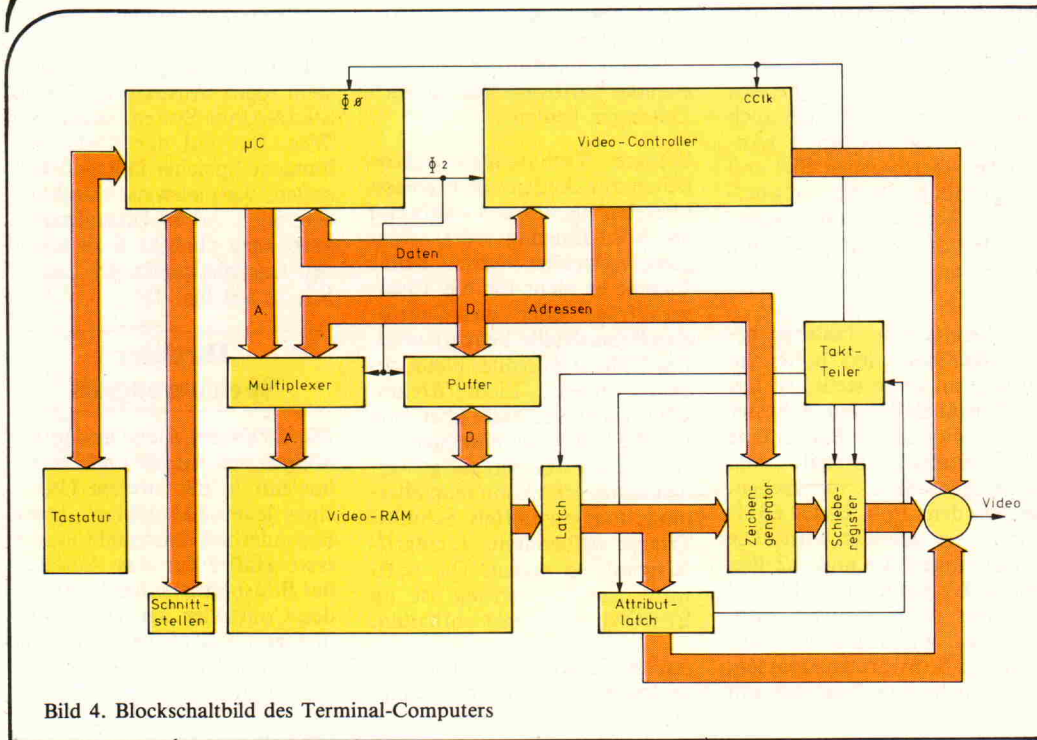

Bild 4. Blockschaltbild des Terminal-Computers
Im Blockschaltbild (Bild 4) wird das deutlich: Der Prozessortakt ist aus dem Bildtakt abgeleitet; er entspricht der Zeichenfrequenz (Charakter Clock). CPU und Video-Controller arbeiten also synchron. Das Prozessorsignal  $\phi 2$ , das während der Zeit des Zugriffs auf den Bus log. 1 führt, steuert eine Gruppe von Multiplexer-Bausteinen (ICs 12... 14). Diese schalten um zwischen den vom Controller und den von der CPU erzeugten Adressen. Die vom Video-RAM bereitgestellten Daten werden in IC 16 zwischengespeichert, soweit sie zur Adressierung des Zeichengenerators dienen. IC 15 regelt den Zugriff des 6511 auf den Bildspeicher-Datenbus; das Enable-Signal wird durch Verknüpfung des Selektionssignals CSV mit  $\phi 2$  gebildet. Eine weitere Verknüpfung mit dem R/W-Signal des Prozessors ermöglicht die Datenrichtungs-Umschaltung des bidirektionalen Puffers und ergibt zugleich das Schreibsignal (WE) für die RAM-Bausteine.